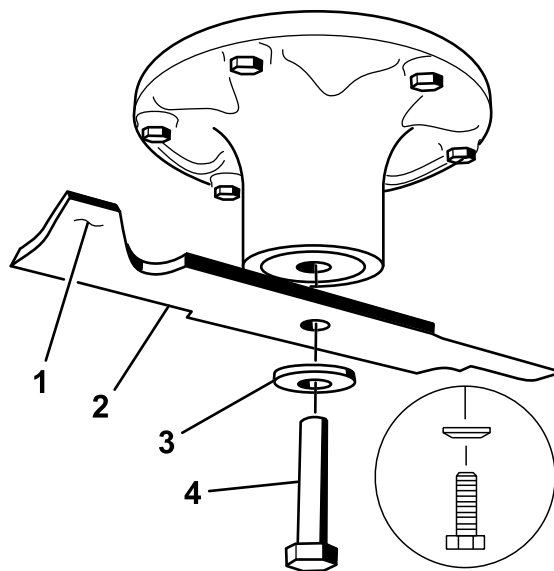

Figura 68
2. Retire a cavilha da lâmina, a anilha curva, e a lâmina do eixo (Figura 68).